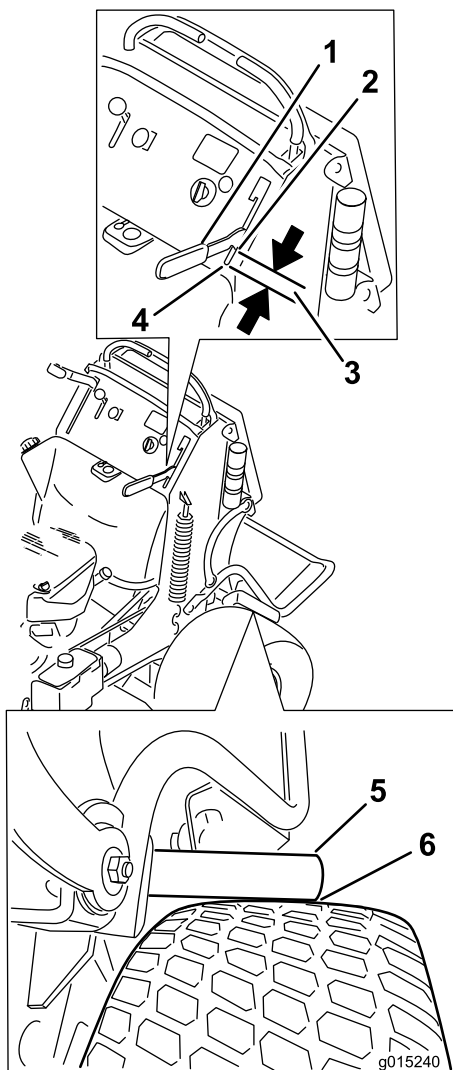

Figura 62
4. Agite sulla leva del freno fino a quando le barre del freno non toccano appena il pneumatico (Figura 62).
5. Misurate la distanza tra la parte anteriore della leva a mano e l'estremità della fessura di guida sul pannello di controllo, quando la barra del freno tocca il pneumatico. Questa distanza deve essere di 19 mm. Regolate il freno, se necessario (Figura 62).